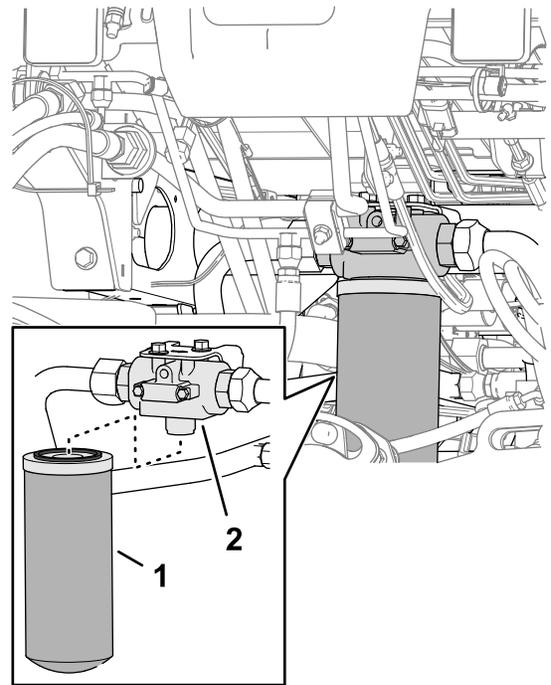

図 148
2. 機体前側で、戻りオイルフィルタの下にオイル受けを置く 図 148。